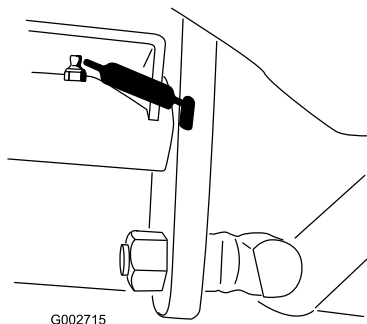

Figura 22
- Pivote del pedal de tracción (1) (Figura 22)